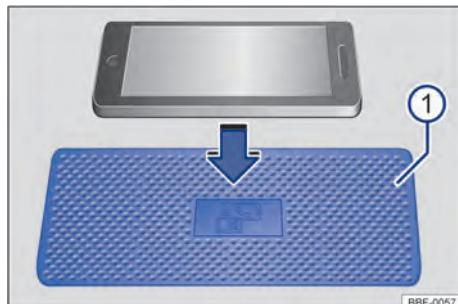

Fig. 104 Porta-objetos com esteira para a função de carga sem fio. O símbolo no tapete de revestimento pode ter uma aparência diferente em alguns veículos.
Dependendo da versão do veículo, a área de carregamento → Fig. 104 ① para a função de carregamento sem fio está localizada no centro do console central ou no compartimento de armazenamento na área entre os bancos da frente.